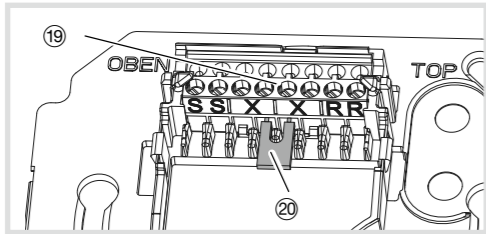

Bild 8: Anschluss-Klemmblock
Die beiden Klemmen X/X sind je doppelt ausgeführt (gebrückt) für ein- und abgehende 2Draht-Busleitung (Bild 8).
- Falls die Innenstation nicht letzter Teilnehmer im Zweig/Strang ist, den Abschlusswiderstand/Terminator (20) von den Klemmen X/X entfernen.
- Zugehörigen Etagenlasters an den Anschlussklemmen R/R anschließen (Bild 8).